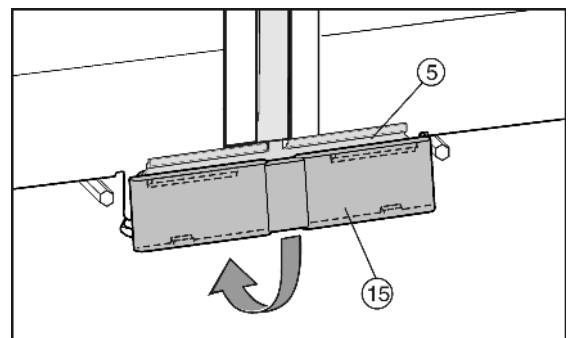

Fig. 11
- ▶ De onderste afdekking Fig. 11 (15) van boven op de verbindingstrip Fig. 11 (5) zetten en aan de onderkant vastklikken.